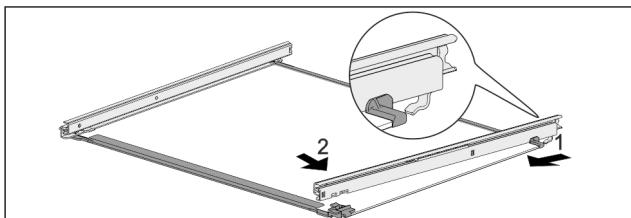

Fig. 105 Steklena plošča z vodili
- Vodilo obesite na kavelj na zadnji strani. Fig. 105 (1)
- Vodilo zaskočite na sprednji strani. Fig. 105 (2)